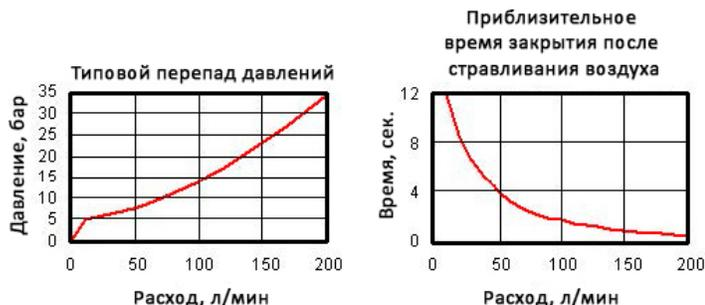

Рис. 2.
- Время закрытия клапана после стравливания воздуха может варьироваться в диапазоне приблизительно от 12 сек. при расходе 15 л/мин до 0,5 сек. при расходе 200 л/мин (см. рис. 2);